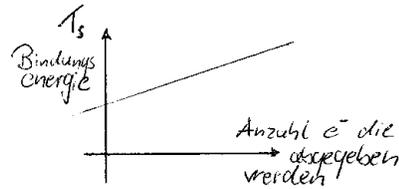

Abbildung 3: Bindungsenergie in Abhängigkeit abgegebener  $e^-$
**elektrisch** sehr gut leitend (Abbildung 3)